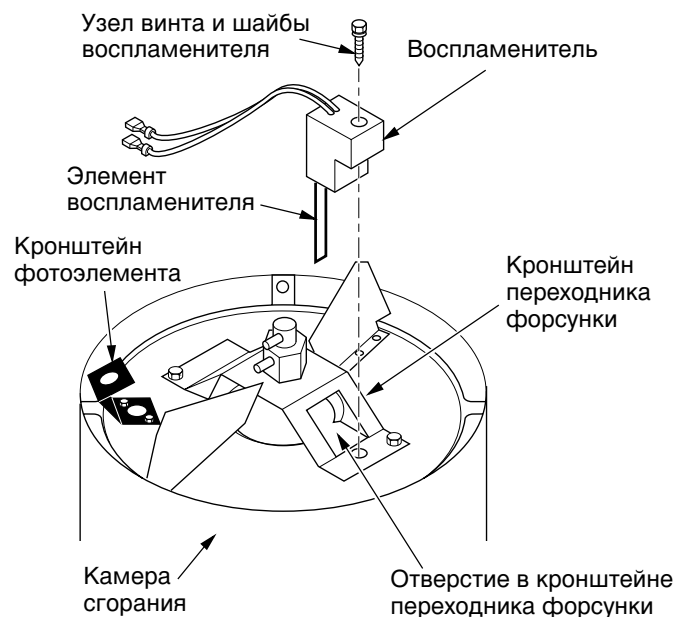

Рис. 12. Установка воспламенителя
6. Извлеките камеру сгорания. Поставьте камеру сгорания на торец кронштейном переходника форсунки вверх (см. Рис. 12).
9. Осторожно вставьте воспламенитель в отверстие кронштейна переходника форсунки. Не ударяйте по элементу воспламенителя. Прикрепите воспламенитель к кронштейну переходника форсунки винтом, пользуясь 1/4-дюймовым гайковертом (см. Рис. 12). Затяните до крутящего момента 0,90 - 1,69 Нм (8 - 15 фунтдюймов). Не затягивайте слишком туго.